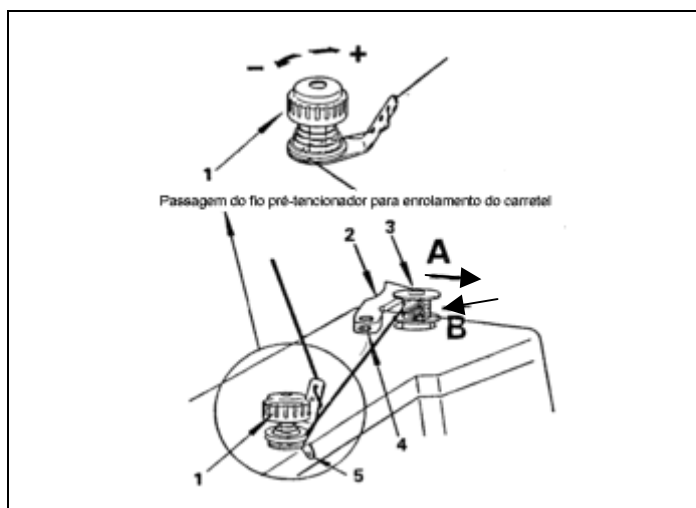

Fig. 7
2. Coloque a bobina no pino do enchedor 3, ajustando o máximo possível com pré-tensor 1. (fig. 7).
3. Empurre a trava (2) na direção indicada pela seta (A) e ligue a máquina. O pino enchedor da carretilha (3) gira na direção indicada pela seta (B). Para ajustar a quantidade de fio na bobina, folgue o parafuso (4) na trava (2) e afaste ou aproxime a trava em sua direção conforme necessário.